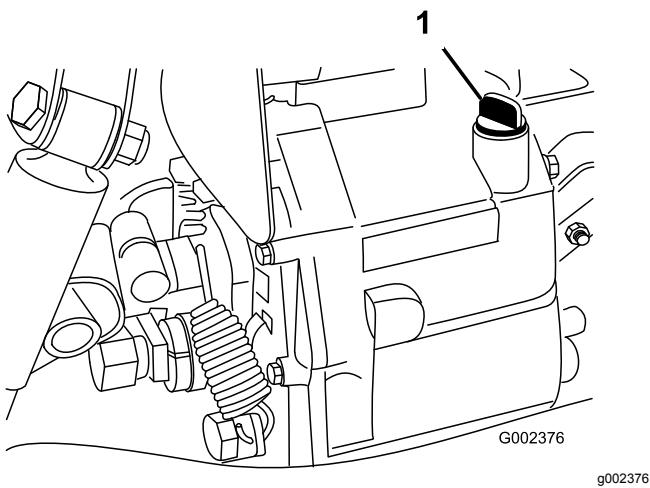

Figura 61
4. Limpie la zona alrededor de la varilla (Figura 61).